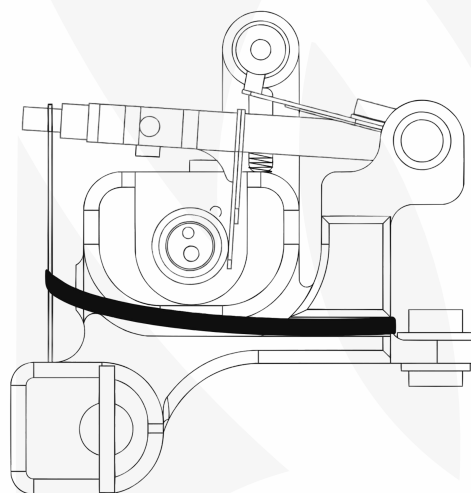

Fig 4: Placement de l'élastique pour ajuster la tension de l'aiguille
- **Instruction** : Placez l'**élastique** comme indiqué sur l'image pour régler avec précision la **tension de l'aiguille**. (Fig. 4)